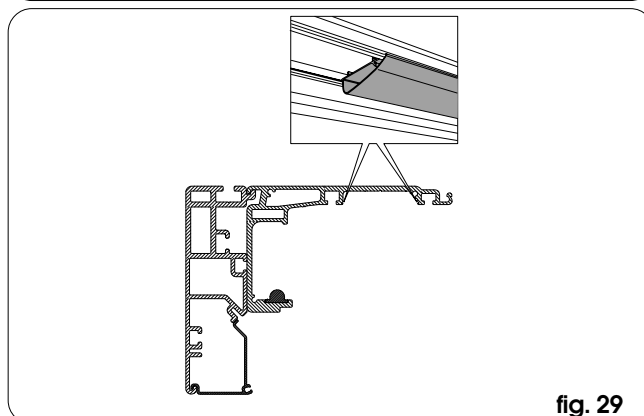

fig. 29
- Introduzca a presión los canales para cables en el alojamiento del perfil de soporte que no está ocupado por el módulo de accionamiento (fig. 29).